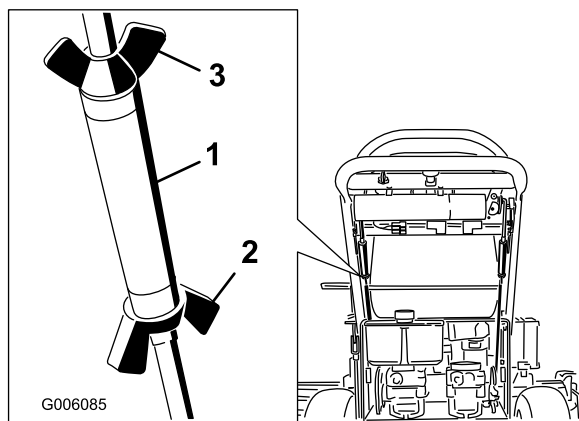

Figure 55
2. Desserrez les écrous à oreilles sur la tige de commande droite et tournez le tendeur dans un sens ou dans l'autre pour que le levier de commande droit soit centré en position de verrouillage au point mort. Fixez le tendeur en position avec les écrous à oreilles (Figure 55).
3. Desserrez les écrous à oreilles sur la tige de commande gauche et tournez le tendeur dans un sens ou dans l'autre pour changer la correction directionnelle. Fixez le tendeur en position avec les écrous à oreilles (Figure 55).